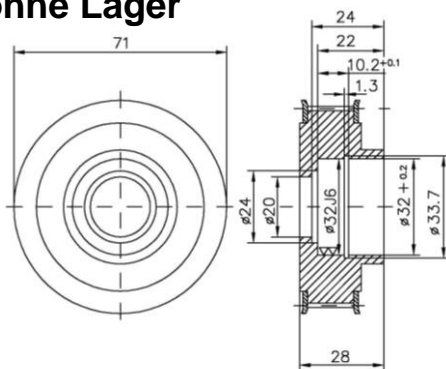
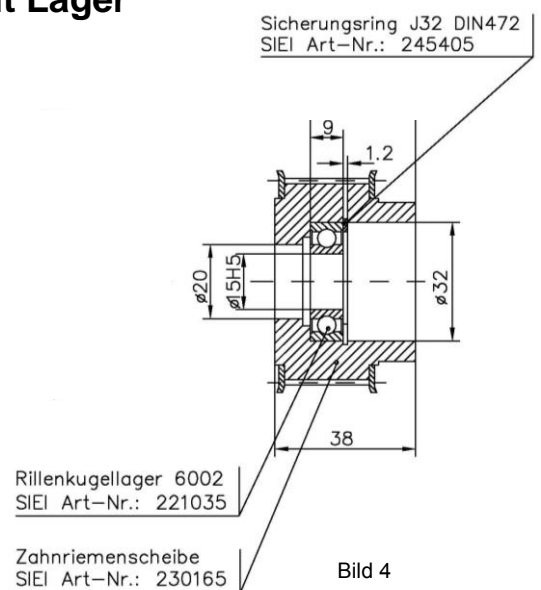

Bild 3
Bild 4
3. Zahnriemenscheibe mit integrierten Lager als Umlenkzahnriemenscheibe (Bild 3 und Bild 4)